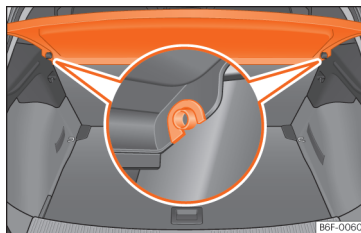

Рис. 146 Багажний відсік: знімання й установлення полиці.
- Зніміть полицю з бокових опор >>> **рис. 146**, посунувши догори й потім на себе.
- Тримавши горизонтально, покладіть полицю фіксаторами на опори ("підкови" повинні збігатися) >>> **рис. 146** і натисніть униз до остаточної фіксації.